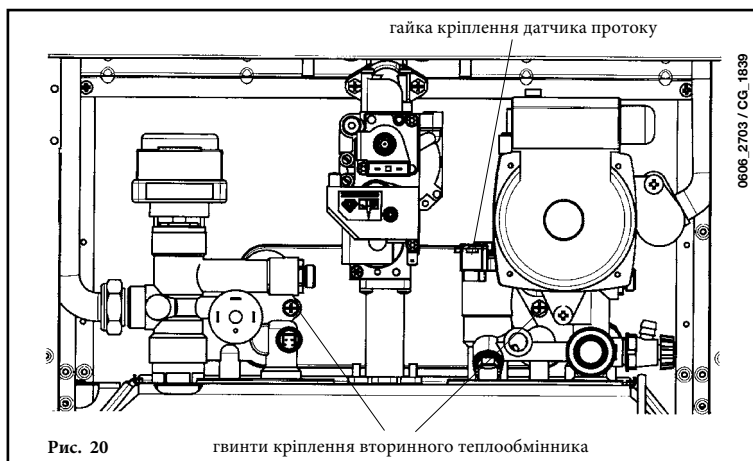

Рис. 20
- відкрутити два гвинти (прямо перед вами), що кріплять теплообмінник ГВП, і вийняти його (рис. 20).
- відверніть гайку на блоці датчика потоку води (рис. 20);